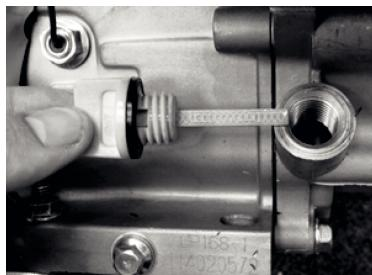

Рис. 10
2. Выкрутите пробку маслозаливной горловины (Рис. 10)
1. Выкрутите пробку маслозаливной горловины (Рис. 10).